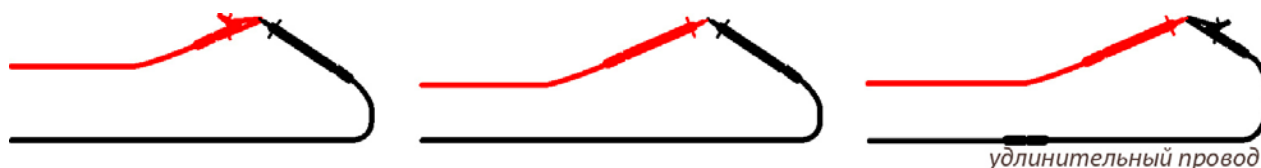

Рисунок 5.9: Закороченные измерительные провода
- ❑ **Подсоедините** измерительный кабель к верхней части прибора и замкните накоротко измерительные провода (см. *рисунок 5.9*).